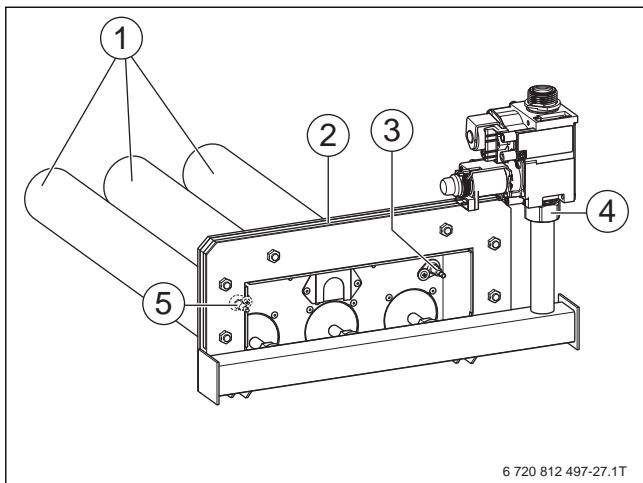

Рис. 39 Чистка горелки
- Присоедините клапан резьбовым соединением [4] с моментом затяжки 60-65 Н·м, ориентируя его относительно фланца горелки (→ рис. 39. стр. 35).